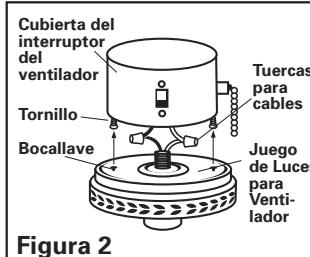

Figura 2
4. Conecte estos cables al juego de luces usando los conectores de cable (Vea la figura 2 ó 3). Blanco (gris) a blanco y azul (rojo) a negro.